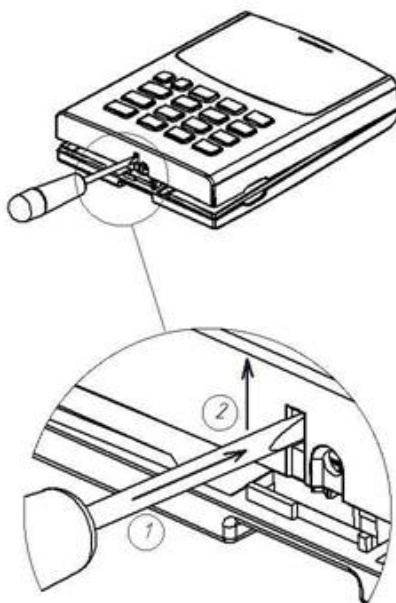

Рисунок 3 – Снятие крышки устройства.
1. Отвернуть фиксирующий винт на нижней стенке панели, вставить плоскую отвёртку (1) в паз рядом с винтом.
2. Придерживая нижнюю панель, нажать на замок отвёрткой и снять (2) верхнюю панель (рисунок 3).